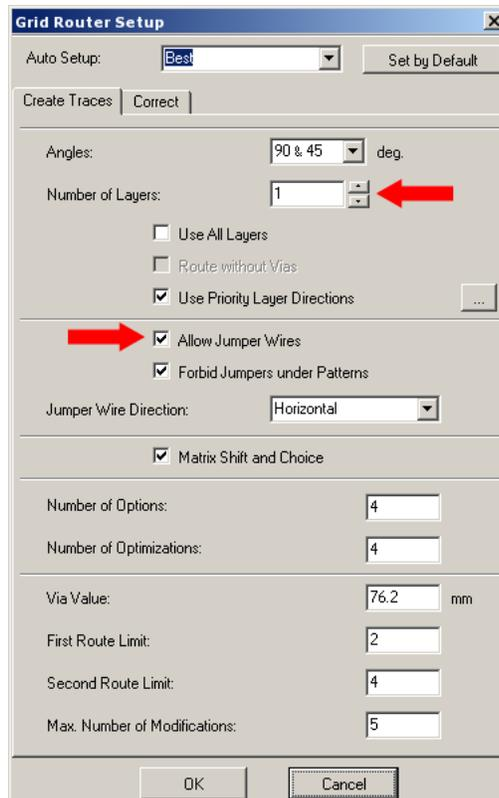

Figura 24: Configuração do Autorouter
3. Entrar em "Route > Autorouter Setup..." e configurar "Number of Layers:" como 1 e marcar "Allow Jumper Wires" com um "check mark", conforme Figura 24.